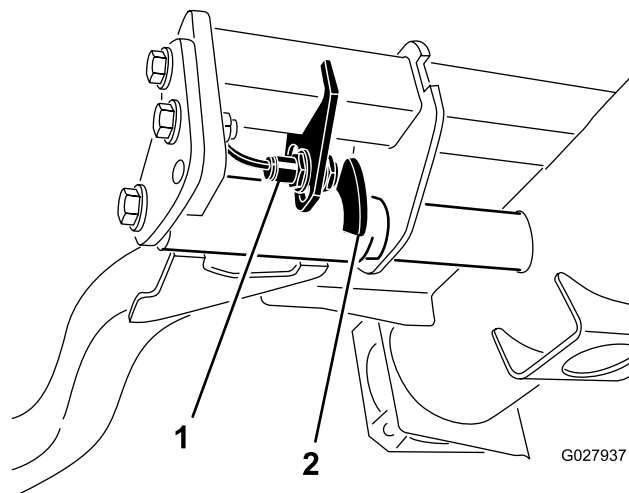

Figure 36
2. Le contacteur des bras de relevage se trouve sous le réservoir hydraulique, derrière le bras de relevage avant droit (Figure 36).
3. Desserrez les vis de fixation du commutateur (Figure 36) et abaissez le contacteur pour augmenter la hauteur du changement de direction des bras de relevage ou élevez-le pour réduire la hauteur du changement de direction.